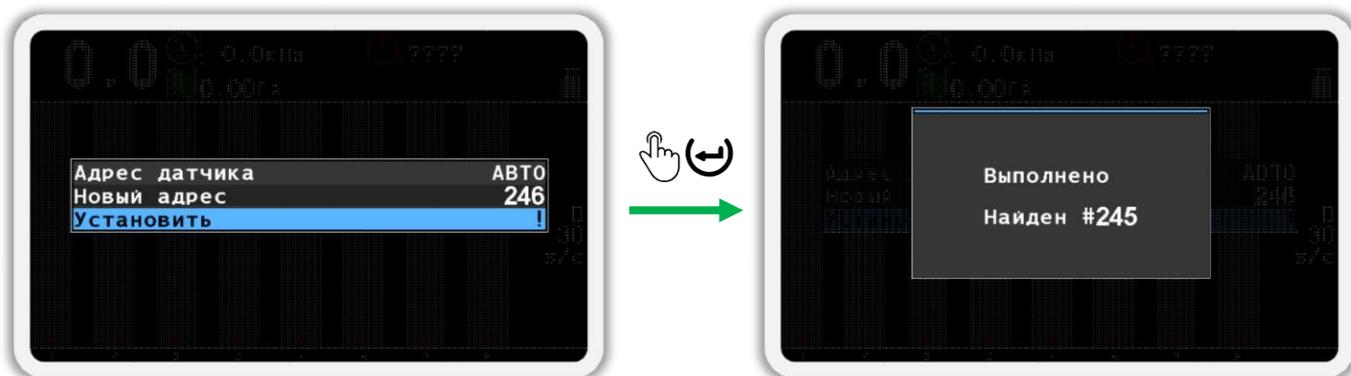

Рисунок 59
1. В экране меню «Конфигурация датчиков» (см. Рисунок 55 п.4), кнопками  «Вверх» и  «Вниз» выберите пункт  «Датчик давления» и нажмите кнопку  «Меню». В результате откроется меню «Датчик давления» (см. Рисунок 59 слева).
2. Кнопками  «Вверх» и  «Вниз» выберите пункт  «Адрес датчика» и убедитесь, что выбрано значение «АВТО» (см. Рисунок 59 слева). Для изменения этого параметра используются кнопки  «Плюс» и  «Минус».
3. Кнопками  «Вверх» и  «Вниз» выберите пункт  «Новый адрес» и кнопками  «Плюс» и  «Минус» задайте новый программный адрес (см. Рисунок 59 слева).
4. Кнопками  «Вверх» и  «Вниз» выберите пункт  «Установить» и нажмите кнопку  «Меню». В результате удачного переименования на экран будет выведено сообщение - «Выполнено» (см. Рисунок 59 справа).